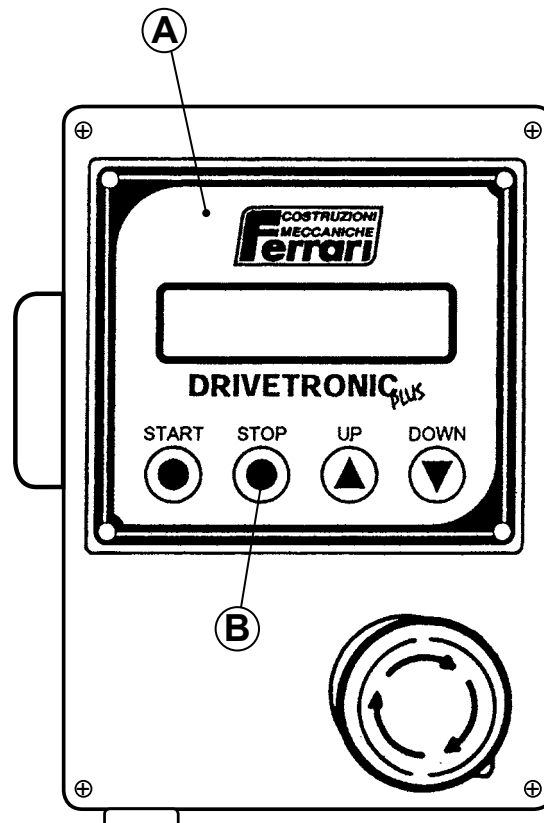

Fig. 3
- Premere "START" sul tastierino **(A)** ed avanzare con la macchina. Dopo alcuni metri, premere il pulsante STOP **(B - Fig. 3)** e verificare che le condizioni di trapianto (profondità cubetto) e distanza siano quelle desiderate, in caso contrario agire sulle apposite regolazioni.
- Press "START" on the keypad **(A)** and advance with the machine. After a few meters, press the STOP button **(B - Fig. 3)** and check that the transplanting conditions (square block depth) and distance are the desired ones, in case of the contrary use the appropriate adjustments.
- Appuyer sur "START" sur le clavier **(A)** et avancer avec la machine. Après quelques mètres, appuyer sur le bouton STOP **(B - Fig. 3)** et vérifier que les conditions de repiquage (profondeur du cube), que la distance soient ceux que l'on souhaite ; dans le cas contraire, effectuer les réglages adéquats.
- Presione "START" en el teclado **(A)** y avance con la máquina. Luego de algunos metros, presione el pulsador STOP **(B - Fig. 3)** y compruebe que las condiciones de trasplante (profundidad cubito) y distancia sean las deseadas, en caso contrario actúe sobre las regulaciones correspondientes.